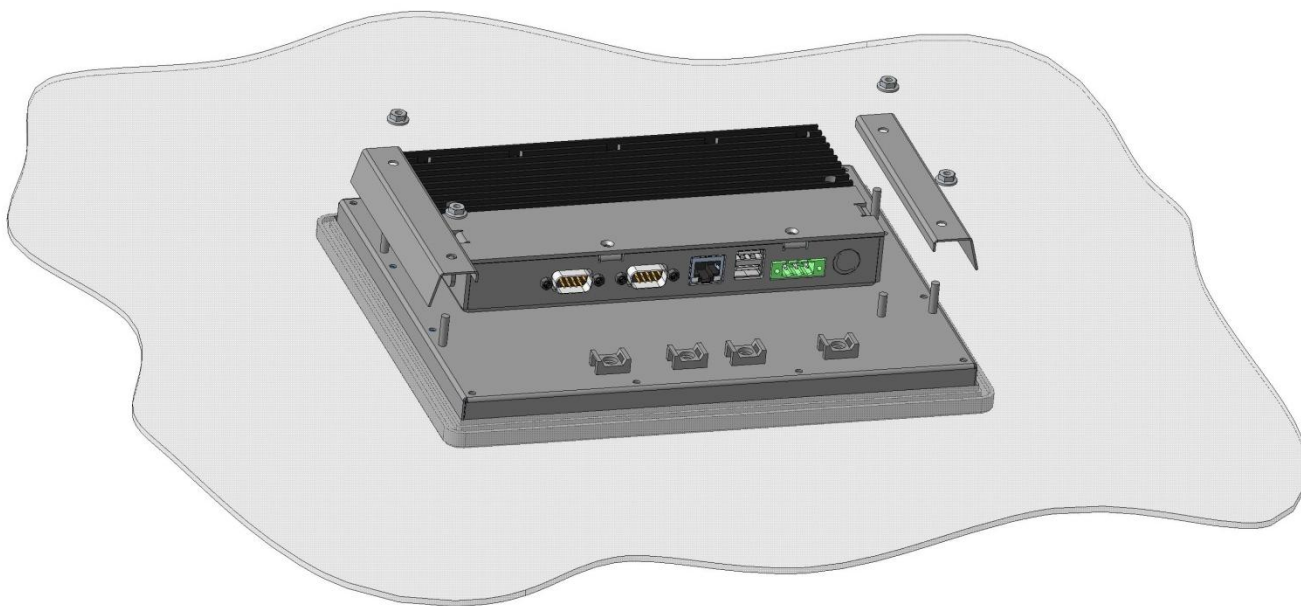

Рис. 3. Установка изделия в панель управления
2.1.2.1. Изделие крепится посредством двух кронштейнов и гаек М4, входящих в состав монтажного комплекта, прилагаемого к изделию (см. Рис. 3). Размер монтажного отверстия указан на чертежах в Приложении 2.